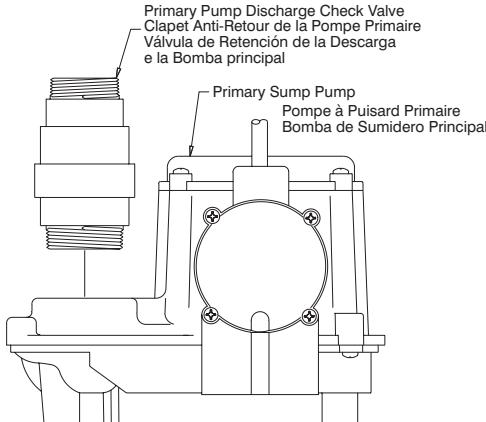

Figure 3
5. Disconnect the discharge pipe from the primary pump. The discharge pipe should have a check valve at or near the connection of the discharge pipe to the pump outlet. If there is not a check valve already in the discharge pipe, one will need to be installed and should attach directly to the primary pump discharge, as shown in Figure 3.
5. Déconnecter le conduit d'évacuation de la pompe primaire. Le conduit d'évacuation doit être équipé d'un clapet anti-retour au raccord ou près du raccord, entre le conduit d'évacuation et l'orifice de refoulement de la pompe. Si le conduit d'évacuation n'est pas équipé d'un clapet anti-retour, il faudra en installer un directement à l'orifice de refoulement de la pompe primaire, tel qu'illustré à la Figure 3. Pour les systèmes à deux pompes qui n'utilisent qu'un seul conduit d'évacuation, il faut installer le clapet anti-retour dans le conduit d'évacuation entre la pompe primaire et la pompe auxiliaire.